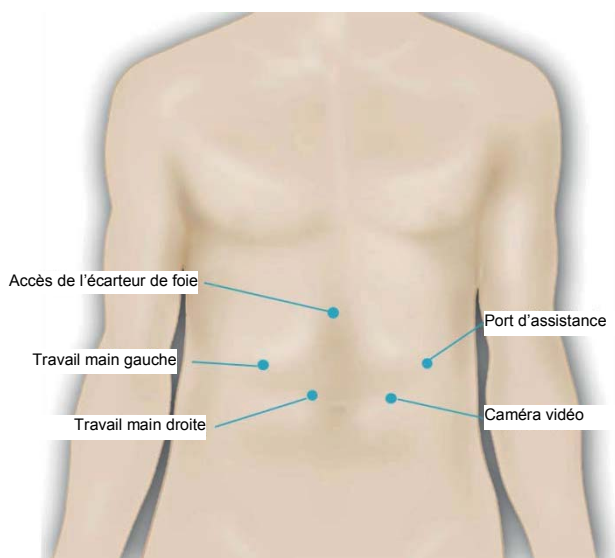

Figure 8 Positions des ports
2. Mettez 4 à 5 ports laparoscopiques dans la même position que sur la Figure 8 (ou adoptez une position de travail appropriée) Ce plan est adapté au cas où le chirurgien travaille en position latérale droite. Si le chirurgien préfère adopter la position gynécologique, les ports doivent être placés comme pour toute autre intervention laparoscopique de la partie inférieure de l'œsophage. les positions suggérées pour les ports sont :